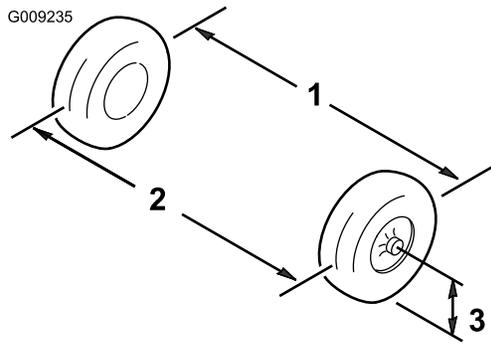

Bild 32
3. Messen Sie den Abstand zwischen beiden Vorderreifen auf Achshöhe (an der Vorder- und Rückseite der Vorderreifen) (Bild 32).